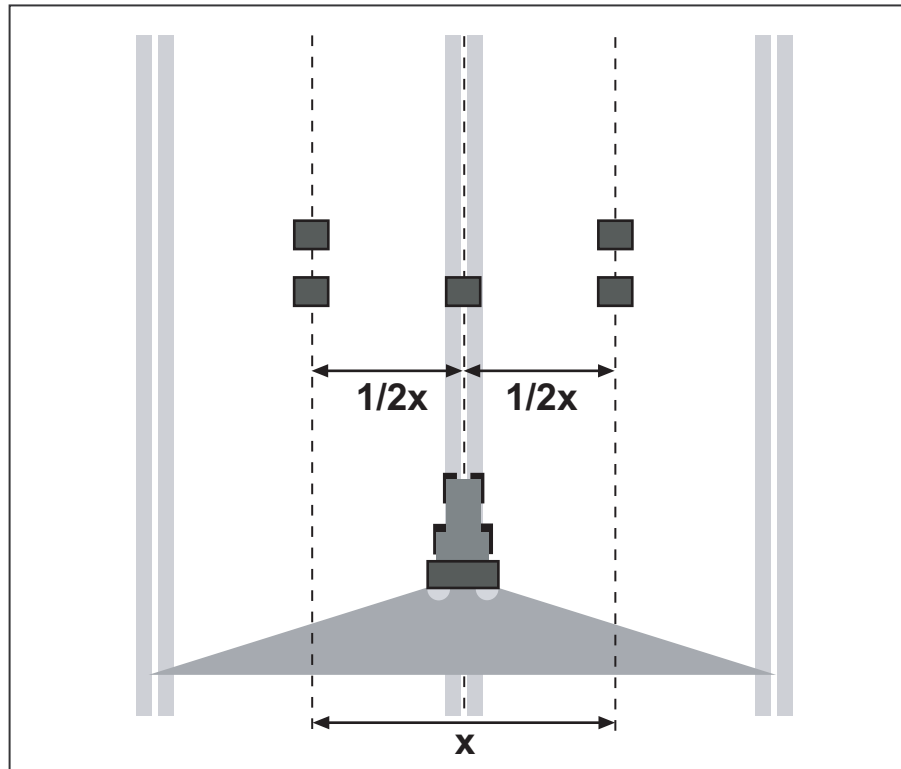

Bild 7.27: Aufstellung für eine Überfahrt
- Je zwei Auffangschalen im Abstand von **1 m** hintereinander in den Überlappungszonen (zwischen den Fahrgassen) und eine Auffangschale in der Fahrspur aufstellen (entsprechend Bild 7.27).